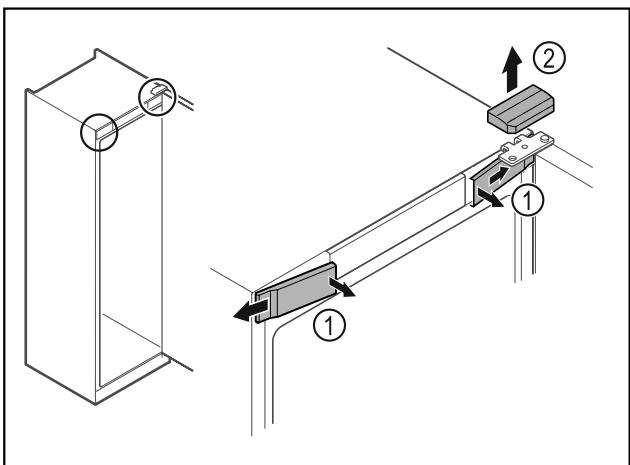

Fig. 16
- Desencajar las cubiertas delanteras *Fig. 16 (1)* del interior y dejarlas a un lado.
- Retirar hacia arriba la cubierta superior *Fig. 16 (2)*.